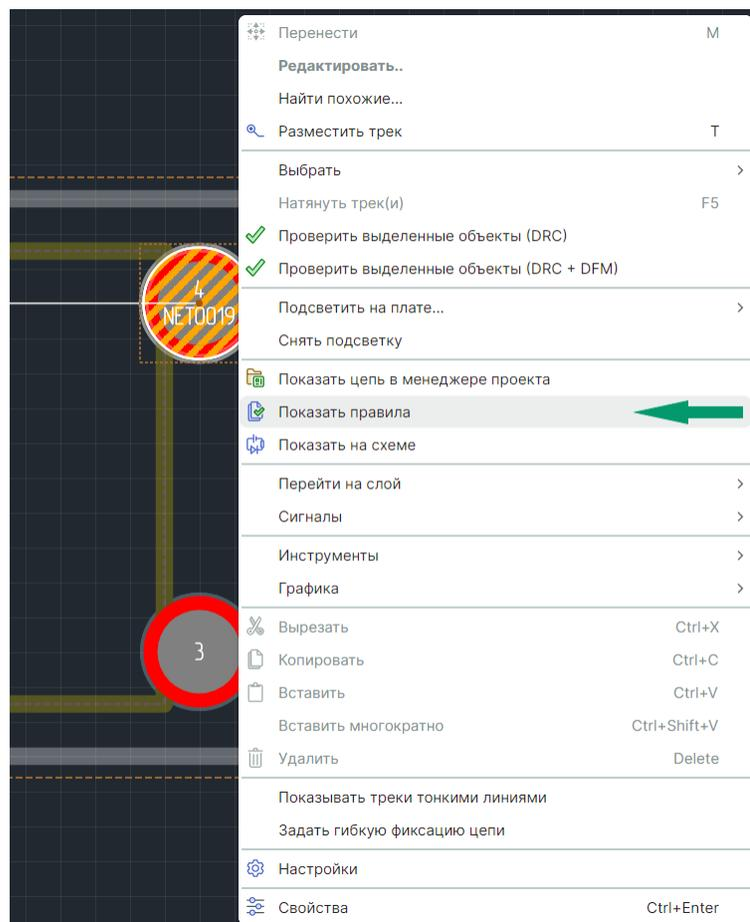

Рис. 248 Вызов редактора правил для цепи
2. Вызовите контекстное меню и воспользуйтесь пунктом «Показать правила», см. Рис. 248.